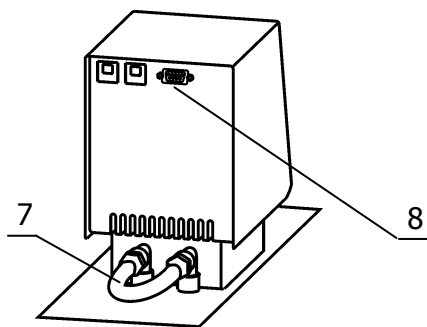
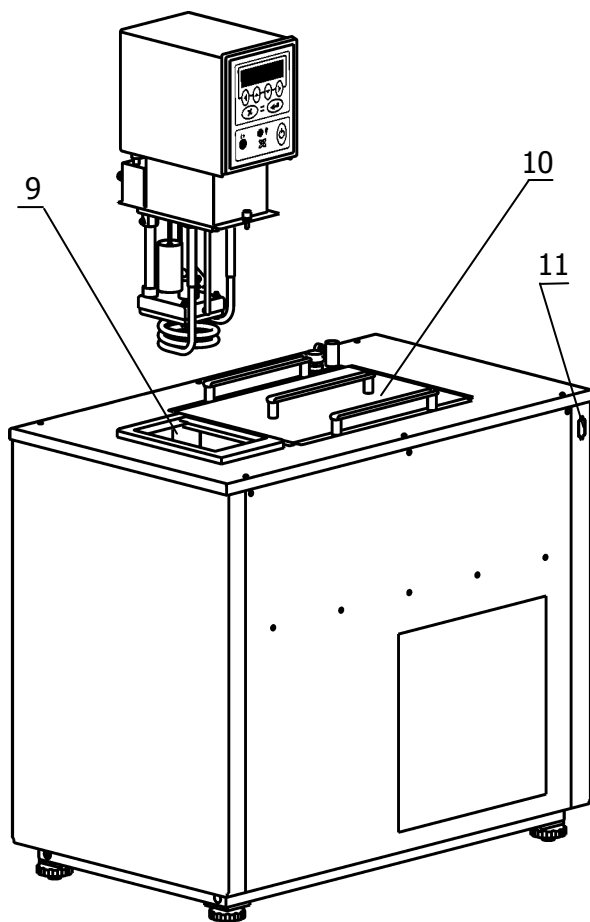

Рисунок 3 — Установка перемычки
Рисунок 4 — Установка блока регулирования
1.4.5 Для работы термостата без внешнего потребителя шлангом-перемычкой 7 (рисунок 3) из комплекта поставки термостата соединить входной и выходной штуцеры насоса блока регулирования. Закрепить перемычку на штуцерах, используя хомуты из комплекта поставки термостата.
2.2.3 Установить блок регулирования в отверстие в крышке термостата 9 (рисунок 4).
2.2.4 Соединить разъем блока регулирования температуры 8 (рисунок 3) с разъемом управления холодильной машиной 11 (рисунок 4) кабелем из комплекта поставки термостата.
2.2.6 Заполнить ванну термостата теплоносителем (учитывая диапазон температур регулирования 1.2.6) через отверстие 10 в крышке корпуса термостата (рисунок 4). Жидкость следует наливать (доливать) в ванну термостата до момента начала ее слива из переливного патрубка 14 либо до полного закрытия витков теплообменника.